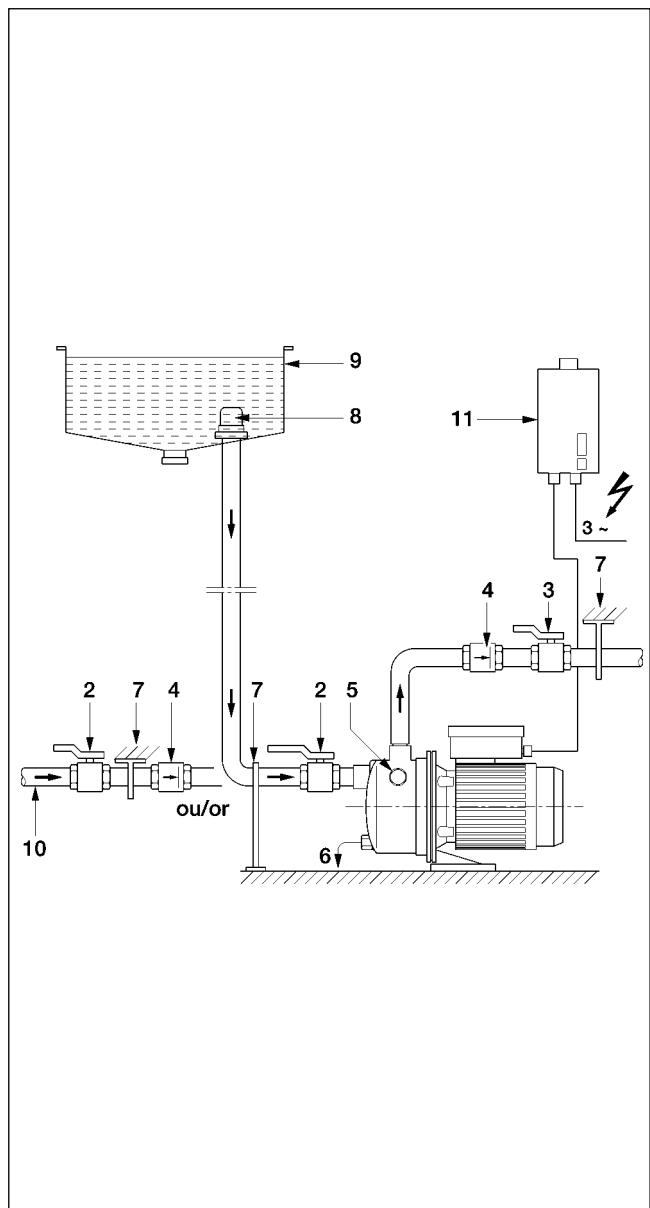

Fig. 2
- Рисунок 2: Насос работает под давлением накопительного бака или подключен к системе центрального водоснабжения с защитой от "сухого хода".